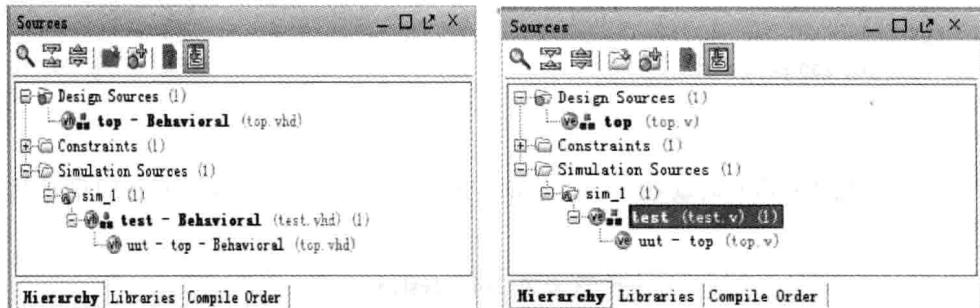

图 2.35 添加 HDL 仿真文件后的源窗口
(6) 单击 OK 按钮。
(7) 在 Add Sources 对话框界面中, 新添加了名字为 test.vhd/test.v 的仿真源文件。
(8) 在 Add Sources 对话框界面中, 单击 Finish 按钮。
(9) 出现 Define Module(定义模块)对话框界面。直接单击 OK 按钮。
(10) 出现 Define Module(定义模块)提示对话框界面。直接单击 Yes 按钮。
(11) 如图 2.35 所示,在源文件窗口的 simulation Sources 下添加了 test.vhd 或者 test.v 文件,它们下面包含设计文件 top.vhd 或者 top.v,它们分别作为仿真测试文件的设计源文件。